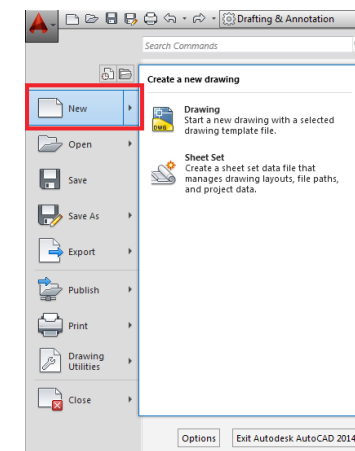

Рис. 3 Создание нового чертежа
- Пункт **New (Создать)** позволяет создать новый чертеж (**Drawing**) на основе стандартных шаблонов, которые есть в AutoCAD, или **Sheet Set (Подшивку чертежей)** – подшивку с несколькими чертежами (Рис. 3).